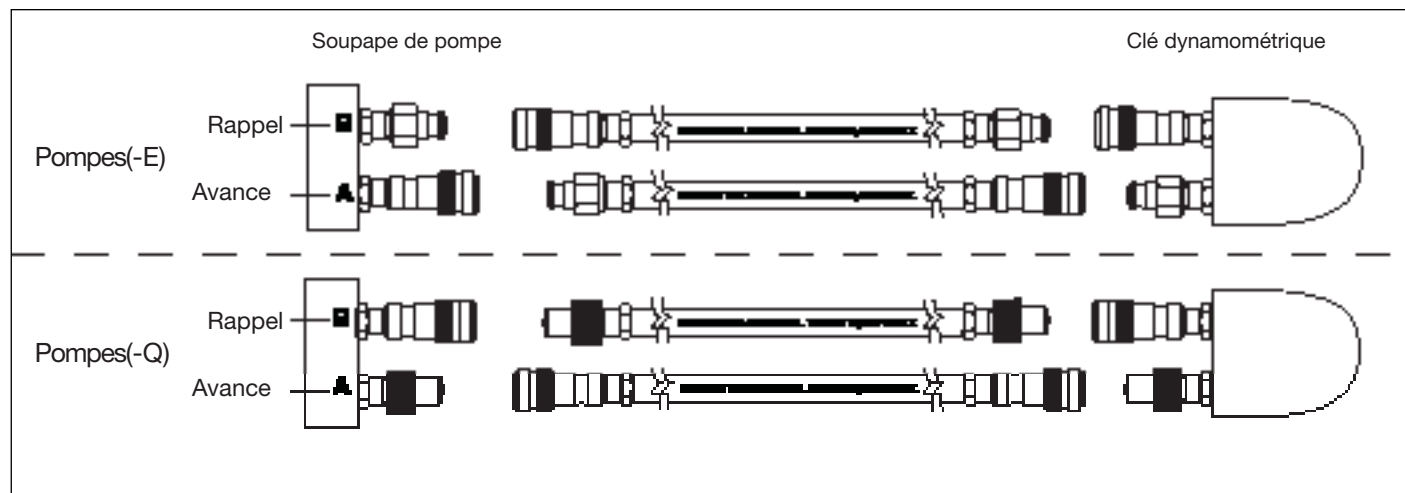

Figure 5, Détails des flexibles
2. Pompe de type pour (-Q) pour clés dynamométriques Enerpac S et W et autres marques : Assurez-vous d'utiliser des flexibles portant l'identification « Enerpac THC-700 Series - 700 Bar/10 000 psi max ». Les coupleurs de ces flexibles doivent être « polarisés » comme dans la figure 5 afin d'assurer le bon fonctionnement de la clé dynamométrique. S'assurer que les coupleurs sont bien engagés et serrés avant de faire fonctionner l'appareil. Si les coupleurs présentent du jeu, la clé dynamométrique fonctionnera mal.